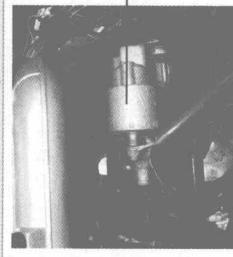

图2-2 起动机安装位置
- 5) 拆下起动机检查，起动机内部正常（起动机安装位置如图2-2所示）。将起动机夹在台虎钳上，对起动机进行无负荷测试。用导线将起动机外壳接至蓄电池负极，用粗导线将蓄电池正极和起动机“+B”端子接在一起，用导线短接蓄电池正极和起动机电磁开关，起动机立即转动起来，转速3000r/min，听声音，起动机转动有力